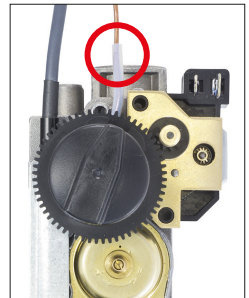

Afb. 4
2. Plet/beschadig de capillaire buis niet (zie afbeelding 4).
3. Draai de tandwielknop tegen de klok in naar de eindaanslag (zie afbeelding 4).